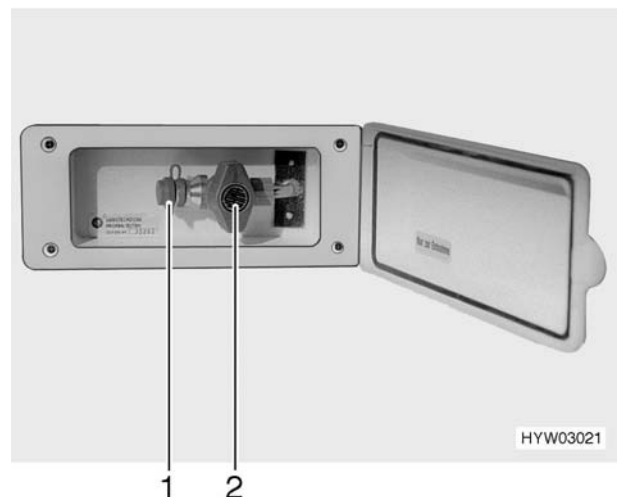

Fig. 48 Presa gas esterna, rubinetto chiuso
- ▶ Quando l'attacco esterno per il gas non viene utilizzato, chiudere sempre il rubinetto (Fig. 48,2).
- ▶ Accertarsi che dopo aver collegato l'impianto a gas e aver aperto il rubinetto non fuoriesca del gas dalla presa esterna (Fig. 48,1). Se l'attacco gas esterno perde, il gas si disperde nell'atmosfera. Chiudere immediatamente il rubinetto e la valvola principale della bombola del gas. Fare controllare la presa esterna del gas da un'officina autorizzata.
La presa gas esterna (Fig. 48) si trova sul lato posteriore destro sulla parete laterale.